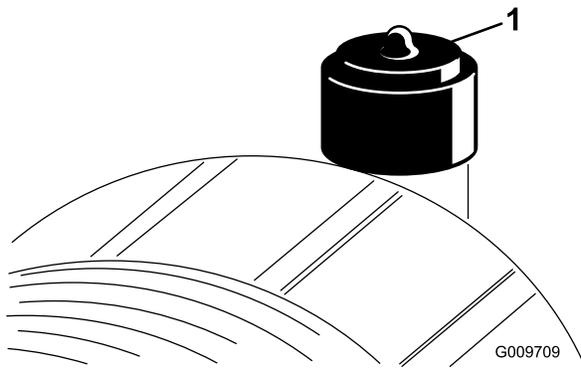

Figura 54
Revise el filtro del limpiador de aire únicamente cuando el indicador de mantenimiento (Figura 54) lo requiera. El cambiar el filtro antes de que sea necesario sólo aumenta la posibilidad de que entre suciedad en el motor al retirar el filtro.
6. Reinicie el indicador (Figura 54) si se ve rojo.